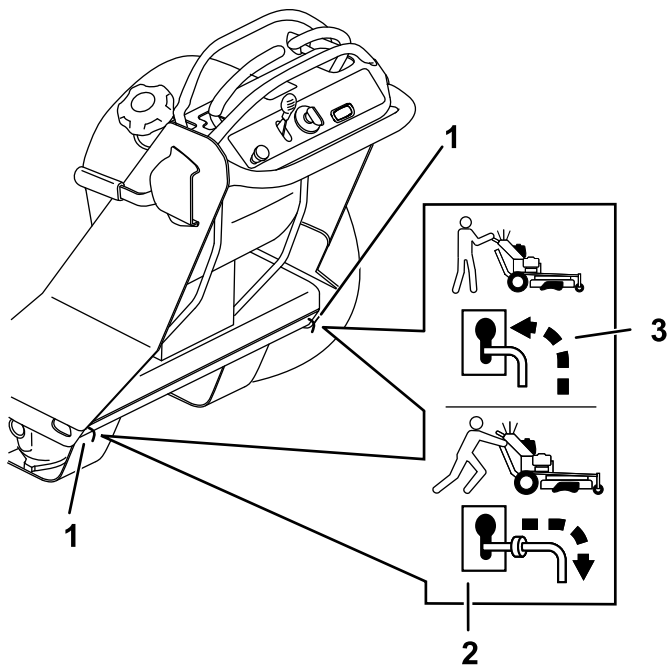

Bild 67
4. Bewegen Sie beide Überbrückungshebel nach hinten durch das Schlüsseloch und nach unten, um sie in der Position zu verriegeln (Bild 67).
7. Schalten Sie den Motor aus und bewegen Sie die Überbrückungshebel nach vorne durch das Schlüsselloch und nach unten, um sie in der Position zu verriegeln (Bild 67).